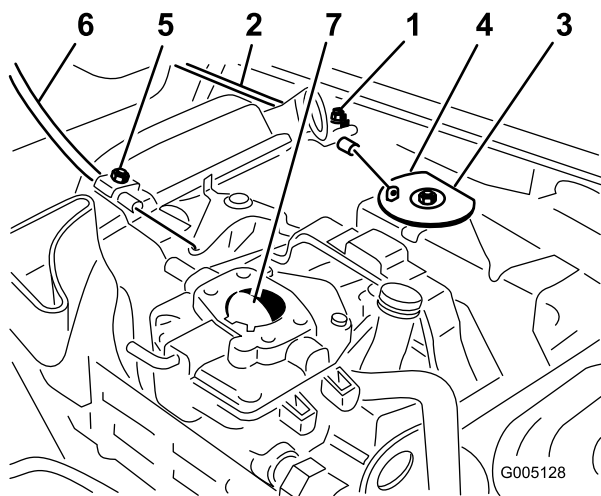

Figura 48
1. Allentate la vite del serrafilo per cavi che fissa il cavo al motore (Figura 48).
3. Tirate con forza il cavo dell'acceleratore finché il retro della parte girevole non viene a contatto con il fermo (Figura 48).
3. Tirate con forza il cavo dello starter finché la farfalla dello starter non è completamente chiusa, quindi serrate la vite del serrafilo (Figura 48).